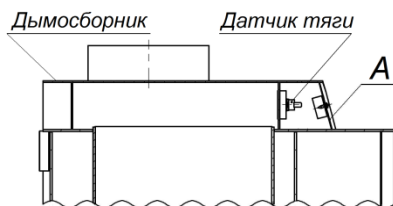

Рис. 4. Установка датчика тяги.
5.6. Датчик по перегреву (датчик тяги) устанавливается в переднем отсеке дымосборника (см. рис. 4), за панелью **A**. В процессе работы котла необходимо следить за тем, чтобы отверстия (прорезные буквы) в панели **A** оставались свободными, обеспечивая доступ воздуха в отсек.